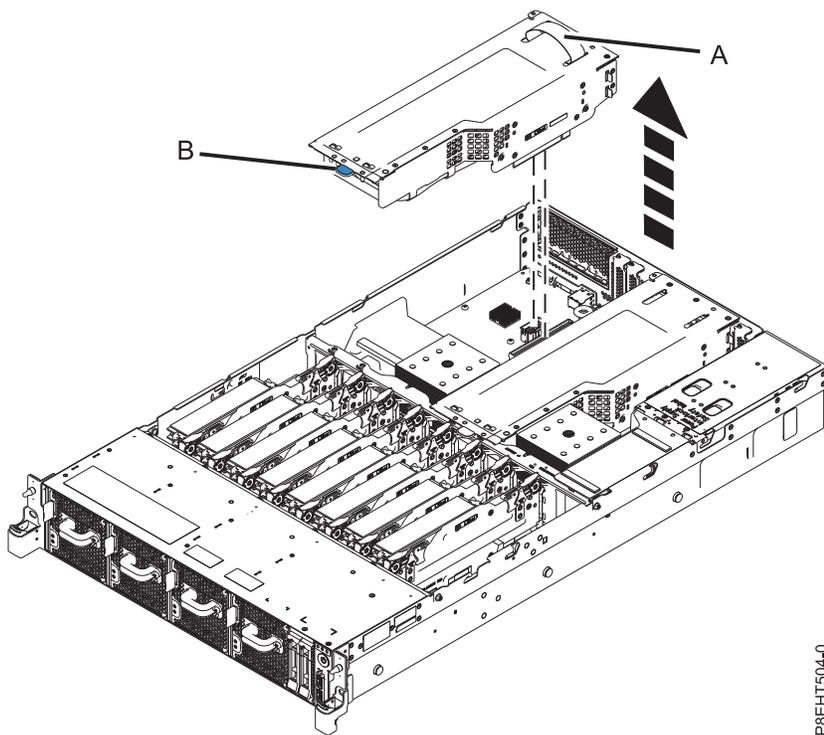

図 40. PCIe ライザー の取り外し
3. 青色のストラップと青色のタッチ・ポイントを使用して、システムから PCIe ライザー を取り外します。図 40を参照してください。